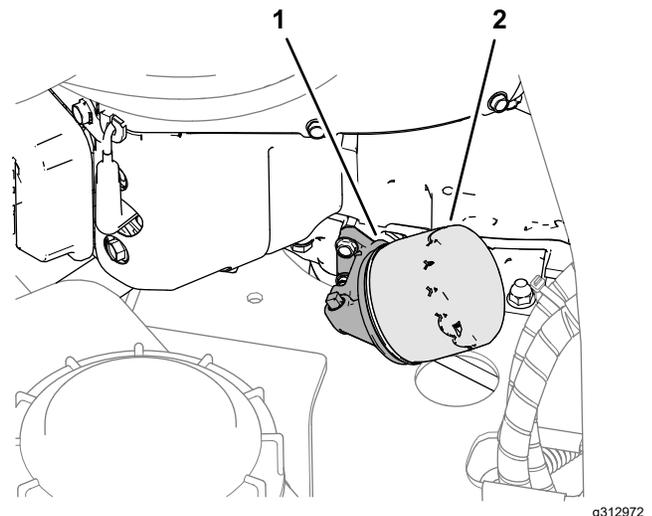

Figure 75
- Déposez le filtre à huile du moteur (Figure 75).
- Vissez le filtre à huile neuf sur l'adaptateur du moteur (Figure 75) jusqu'à ce que le joint touche l'adaptateur, puis serrez encore le filtre de 1/2 à 3/4 de tour.